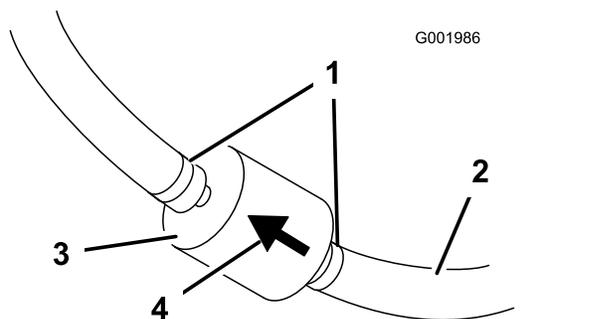

図 47
5. 古いフィルタのクランプをゆるめて脇に寄せる 図 47。